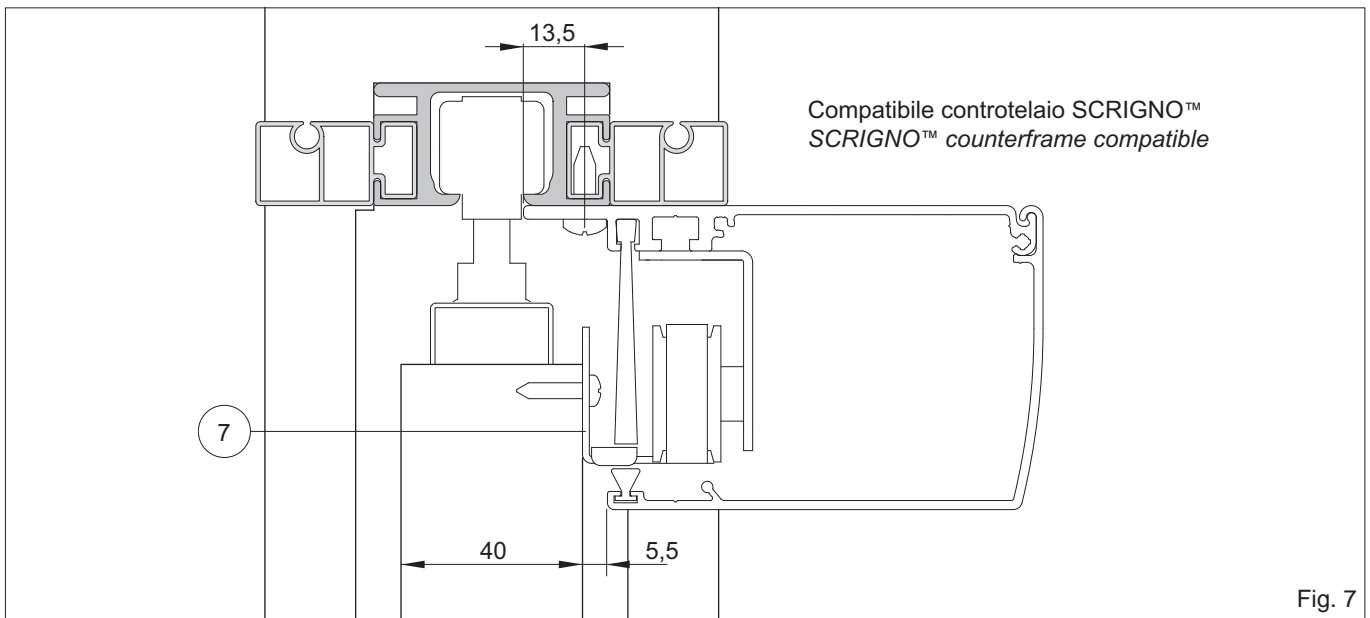

Fig. 7
- Fissare il cassonetto alla guida superiore della porta come indicato in fig. 7 (modello Scigno) oppure in fig. 9 (modello Eclipse).